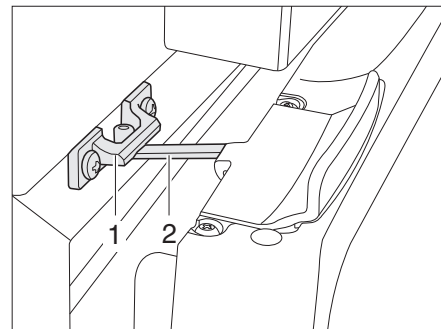

Fig. 148 Puerta del frigorífico en posición de ventilación (Thetford)
- Abrir el bloqueo (Fig. 148,2) y engatillarlo en el alojamiento del bloqueo (Fig. 148,1). De este modo, la puerta del frigorífico quedará ligeramente abierta.